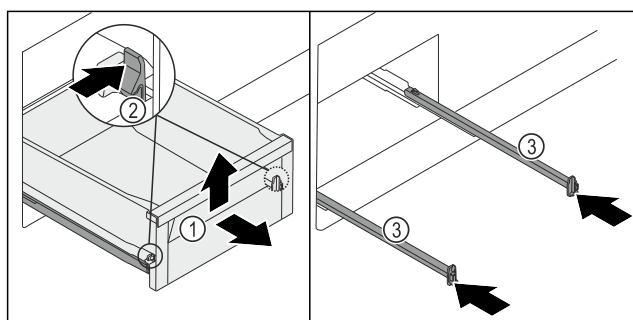

Fig. 122
- ▶ Витягніть висувний ящик Fig. 122 (1) до упору.
- ▶ Одночасно втисніть лівий і правий затискачі Fig. 122 (2) всередину.
- ▶ Висувний ящик Fig. 122 (1) від'єднається від рейок.
- ▶ Підніміть висувний ящик Fig. 122 (1) спереду.
- ▶ Вийміть висувний ящик Fig. 122 (1) рухом уперед.
- ▶ Всуňte рейки Fig. 122 (3).